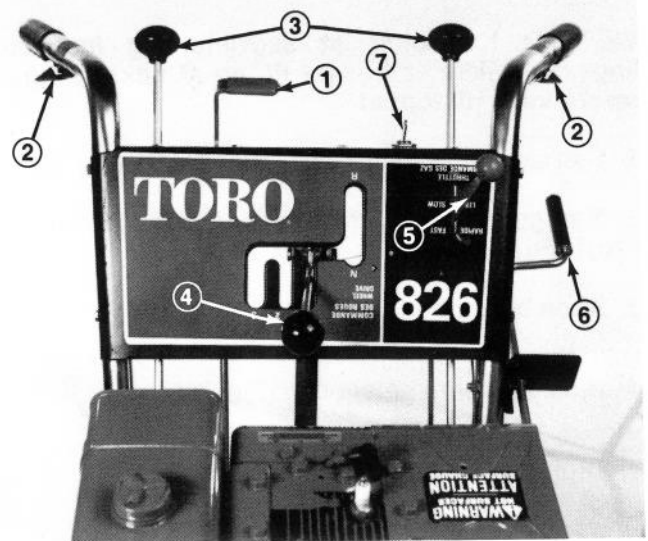

Fig. 20
Skovlhjulskontrol (Fig. 20). Kontrolarmen har to positioner: ENGAGE og DISENGAGE. Skovlhjulet og indsamlingsskruen startes ved at trække håndtaget langsomt op indtil det stopper i en over-midten position. Skovlhjulet og indsamlingsskruen frakobles ved at trykke håndtaget nedad.
"Interlock" Sikkerhedssystemet (Fig. 20). For at skovlhjul og indsamlingsskruer kan køre når kontrolstangen er slået til ENGAGE, er det nødvendigt at mindst et af "Interlock"-grebene er presset mod håndtaget. Motoren vil slå fra hvis begge håndtag slippes når kontrolstangen eller gearstangen er i "Engage"/gear. Dette er en sikkerhedsforanstaltning, som husker føreren på at udskoble hjul og indsamlingsskruer, inden han eller hun forlader pladsen bag håndtagene.
Hjulkoblinger (Fig. 20). Trækkes begge koblinger op, kører sneslyngen i frihjul. Trykkes begge koblinger ned er der træk på begge hjul. Når en kobling er oppe og den anden nede, er der træk på det hjul hvis kobling er nede og friløb på det andet.
Kontrol af gearet (Fig. 20). Gearstangen har fem positioner: N = frigear, R = bakgear samt tre fremadgående gear til forskellige hastigheder. Hastigheden ændres ved at skifte gear. Gearstangen skal fastholdes i R (bakgear), når De bakker. Når gearstangen slippes, glider den automatisk til frigear. Hvilket af de tre fremadgående gear der skal benyttes, afhænger af sneens dybde. Hold en hånd på et af "Interlock"-håndtagene når De skifter gear.
Gaskontrol (Fig. 20). Når håndtaget trykkes ned,
Kontrol af udkastningsretningen (Fig. 20). Drej håndtaget med uret og udkastningsåbningen drejes mod venstre; drej håndtaget mod uret og udkastningsåbningen drejes mod højre.
1. Sæt skovhjulskontrollen i DISENGAGE (Fig. 20).
2. Sæt gearstangen i N frigear, og gaskontrollen i FAST (Fig. 20).
5. Drej tændingsnøglen til ON (Fig. 20).
2. Normalt standses motoren ved at sætte gearstangen i N (frigear), skovhjulskontrollen i DISENGAGE, gaskontrollen i SLOW og ved at dreje tændingsnøglen til OFF (Fig. 20).